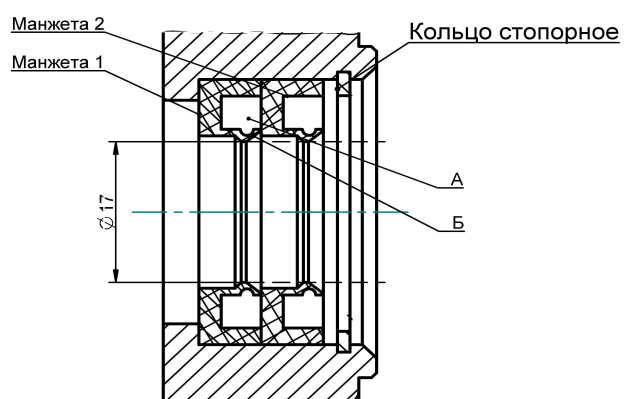

Рис. 16. Схема установки манжет.
- со стороны камеры снять кольцо стопорное и снять 2 манжеты (рис. 16);
- установку манжет производить согласно рис. 16 в следующем порядке: